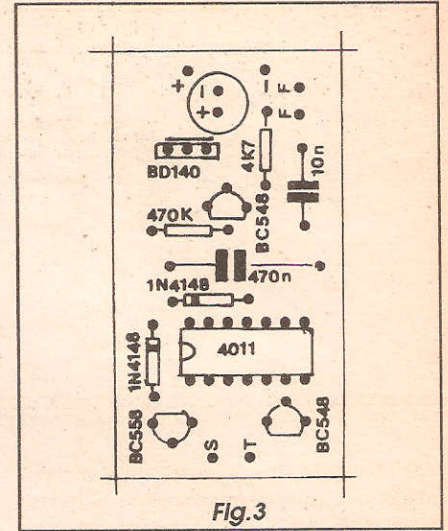
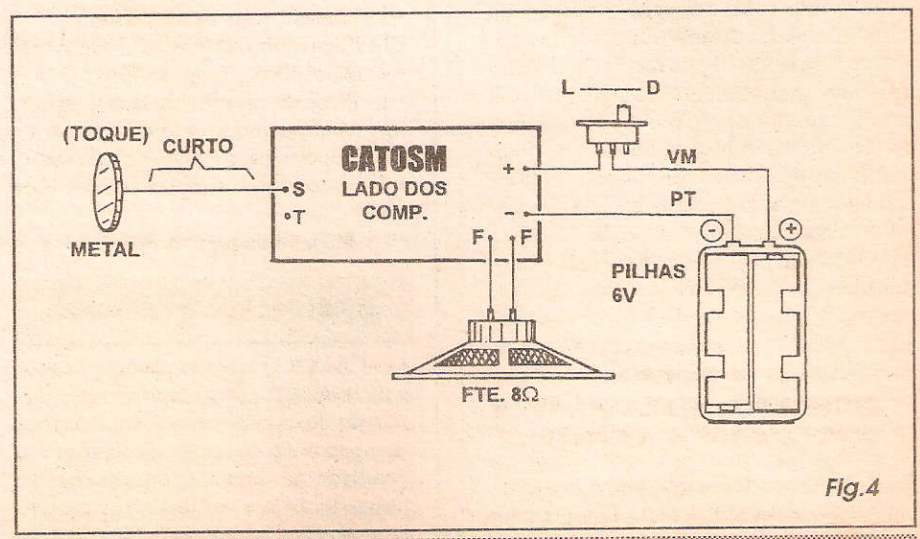

Fig.3
Fig.4
- FIG. 3 - CHAPEADO DA MONTAGEM - O leitor *macaco velho* já sabe disso, mas aos iniciantes explicamos que o termo *chapeado* indica a visão de uma montagem (em APE sempre em tamanho natural, assim como ocorre com o *lay out* do impresso...) com interpretações e estilizações bastante claras de cada um dos componentes, seus códigos, polaridades de terminais, identificação de *pernas*, valores e outros detalhes importantes, distribuídos sobre a face *não cobreada* do impresso... A propósito, nas montagens publicadas em APE, e que resultam em KITS (oferecidos com exclusividade pela permissionária EMARK ELETRÔNICA - ver anúncio em outra parte da presente Revista...), o adquirente já recebe a sua plaquinha pronta, furada, e com toda a demarcação do *chapeado* (igualzinho ao da figura mostrada na Revista) feita em *silk screen* sobre a face não cobreada do impresso, o que facilita enormemente a montagem, principalmente pelos leitores ainda *começantes* no fantástico hobby eletrônico...! De qualquer modo, basta seguir a ilustração, identificando (o TABELÃO APE também pode ajudar, nesse estágio da montagem...) cada peça com precisão, e referenciado a sua inserção à placa pelo diagrama... Algumas das peças são *polarizadas*, não podendo ser ligadas invertidas... É o caso do integrado (posição referenciada pela extremidade marcada),
- FIG. 4 - CONEXÕES EXTERNAS À PLACA - Terminada a fase correspondente ao diagrama da FIG. 3, o leitor/hobbysta deve providenciar as ligações periféricas ao impresso, guiando-se pela FIG. 4, que mostra a paquinha ainda pelo seu lado não cobreado... Observar que o alto-falante tem seus terminais ligados aos pontos F-F da placa, via pedaços de cabinho isolado no necessário comprimento... A alimentação